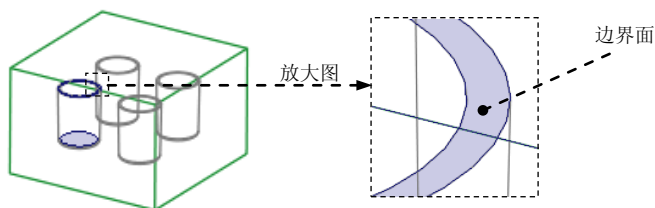

图 25.16 定义边界面
③ 定义边界曲面。在系统 指定限制这些曲面的边界曲面。 的提示下，从列表中拾取图 25.16 所示的边界面。